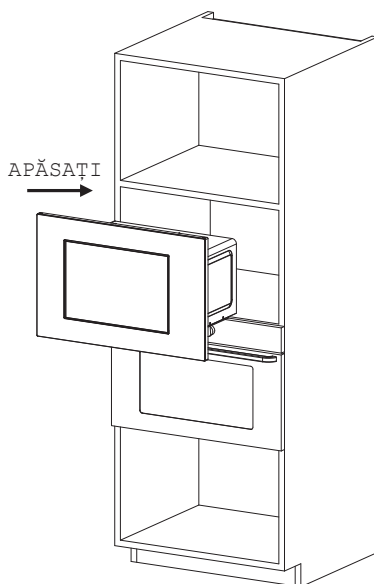

Fig. 1
② INSTALĂRII :
a) Puneți cuptorul cu microunde în dulapul încorporat și împingeți-l înainte până la capăt. (Fig. 1)